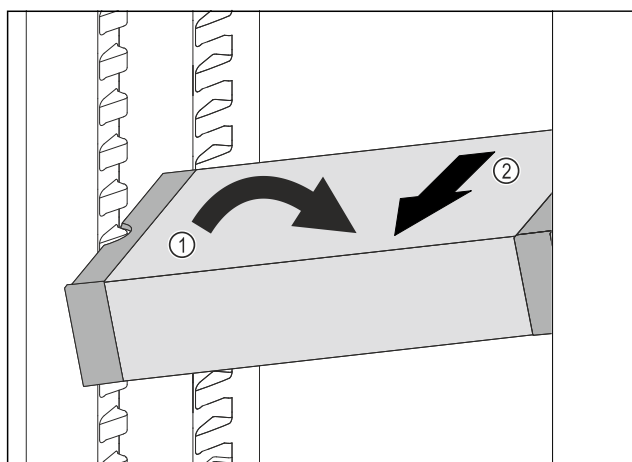

Fig. 94
- VarioSafe postavte v chladničce šikmo. Fig. 94 (1)
- VarioSafe odeberte směrem dopředu. Fig. 94 (2)